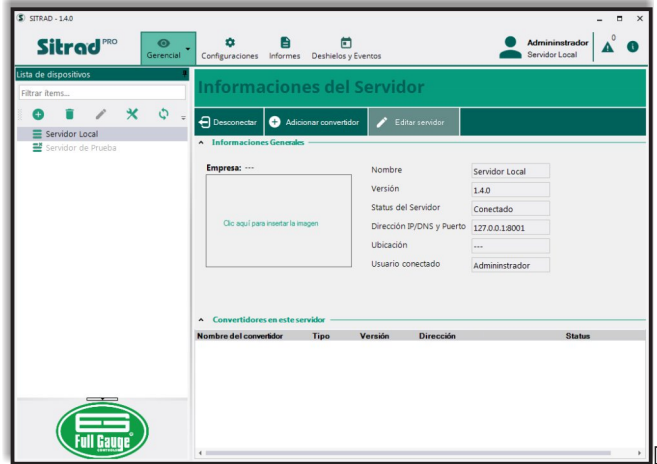

Figura 25
Paso 1: La Figura 25 exhibe la pantalla inicial de Sitrad^{PRO}. En la guía **Lista de dispositivos**, a la izquierda, seleccione el servidor en que el convertidor será instalado. Ese servidor debe estar en la misma red que el dispositivo. En guía principal **Informaciones del Servidor**, haga clic en botón **Añadir Convertidor**.